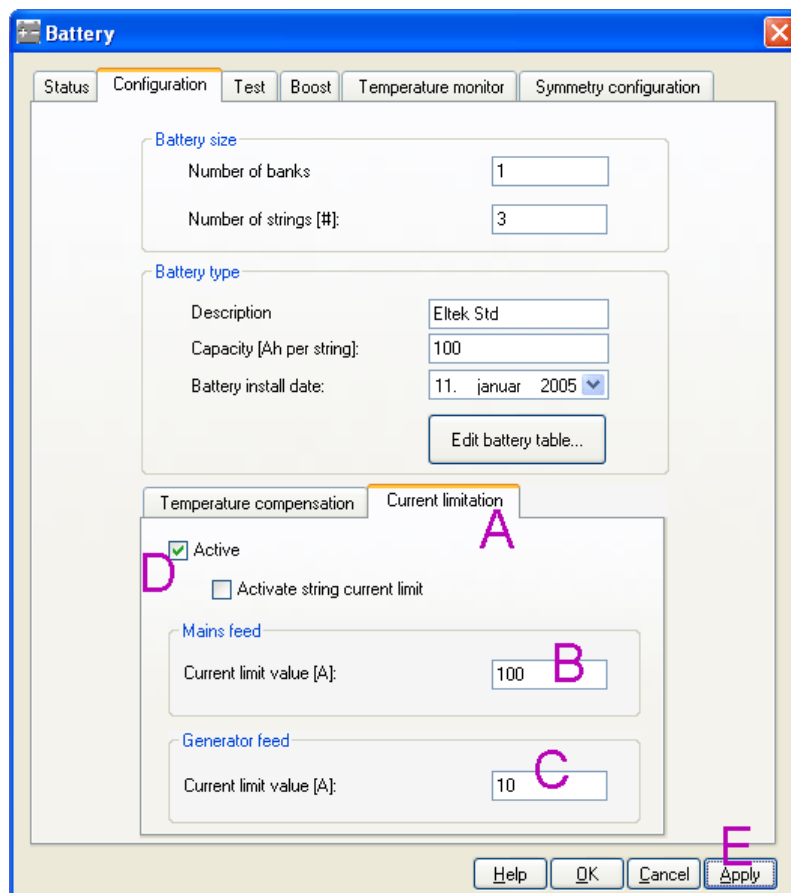

Рис. 5.8. Настройки токовых ограничений
Щелкните на вкладку **Current Limitation** tab (A), расположенную в центре окна (рис. 5.8).